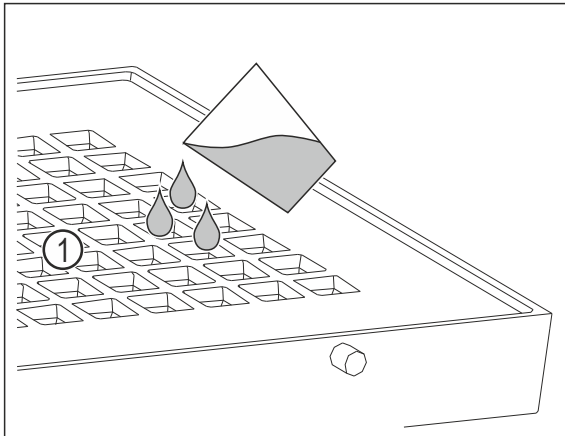

Fig. 158
- Încărcați maxim 400 ml de apă prin găurile Fig. 158 (1) din capac.